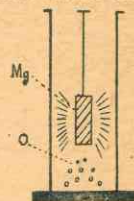

Fig. 72. - Combustión del magnesio.
89. Combustión del magnesio (fig. 72). — Encender la cinta o el alambre e introducir rápidamente en el frasco de oxígeno, manteniéndolo en el medio para que la llama no toque la pared de vidrio; se forma magnesio (MgO) que blanquea las paredes del frasco.